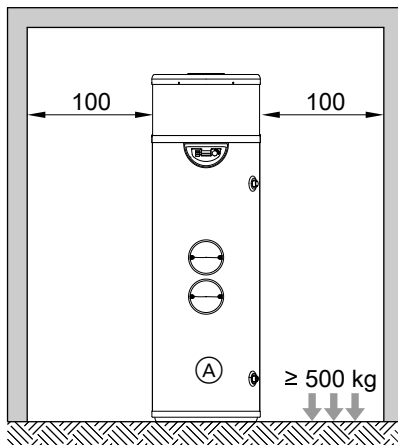

Abb. 3
- Für Service- und Wartungsarbeiten unbedingt die Mindestabstände einhalten (siehe Abb. 3).